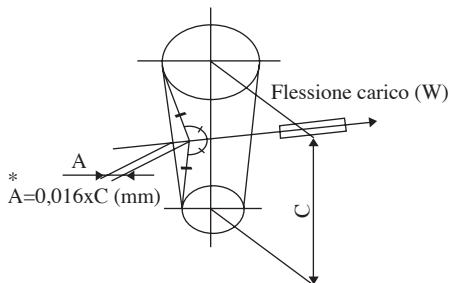

Figura 2 La tensione della cinghia
2. Impostare la tensione di una cinghia quando il carico di flessione rientra nell'intervallo, come mostrato in Figura 2 e Tabella 2 a flessione corretta ( $A=0,016 \times C$  mm).